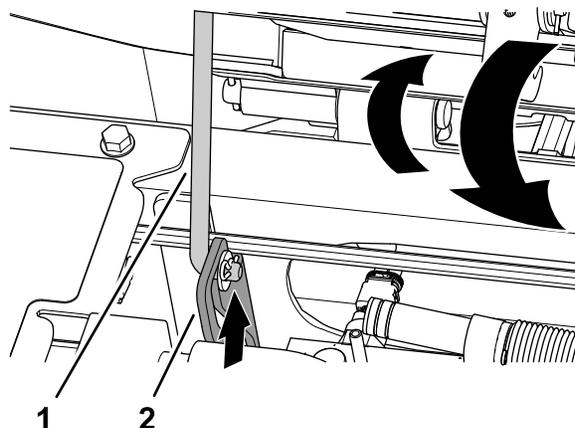

Figura 99
1. Gire el asiento un poco y levante la varilla de sujeción para retirarla de la ranura del soporte del asiento (Figura 99).